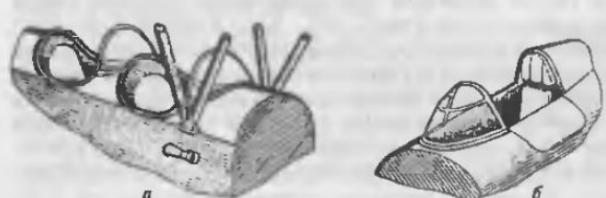

Рис. 19. Образцы открытых кабин экипажа: а - По-2 (У-2) (СССР); б - И-16 (СССР)
**Фонари кабин экипажа** - это прозрачные экраны, защищающие экипаж от набегающего внешнего потока воздуха. В зависимости от типа и назначения летательного аппарата, а также времени его появления фонари могут иметь самую разнообразную архитектуру (рис. 18). Как и любой агрегат самолета, фонарь кабины экипажа в процессе своей эволюции претерпевал различные изменения и во внешнем виде, и в конструктивном оформлении. На самых первых летательных аппаратах собственно даже и не было пилотских кабин, а голова летчика защищалась от набегающего потока воздуха простым целлулоидным козырьком (рис. 19, а). Позже кабина стала закрытой, герметичной, обогреваемой, поэтому менялась архитектура фонаря, его конструкция.
Самолеты периода первой мировой войны да и ряд аппаратов начального периода второй мировой войны имели открытые кабины, а пилот или другие члены экипажа защищались от набегающего потока воздуха козырьками различной формы - от самых простых, как на самолетах По-2, УТ-2 (СССР), до довольно сложных, как на Р-11 (Польша) или Фиат CR-42 (Италия), И-16 (СССР) (рис. 19). Такие козырьки можно делать штамповкой с последующей обрезкой лишнего материала или (если это простой гнутый козырек) гибкой на соответствующей оправке.